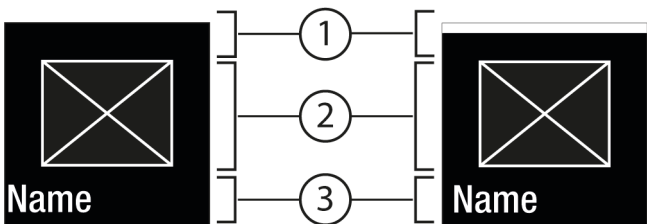

Fig. 6
- Ustawić nowe wartości: Przy pomocy potwierdzenia Fig. 5 (2) wybrać dezaktywowaną wartość Fig. 6 (1).
- Powrót do menu: Przy pomocy potwierdzenia Fig. 5 (2) wybrać już aktywowaną wartość Fig. 6 (2).
- ▷ Na krótko pojawia się w podmenu Fig. 7 (4) Status: aktywowano Fig. 6 (1).